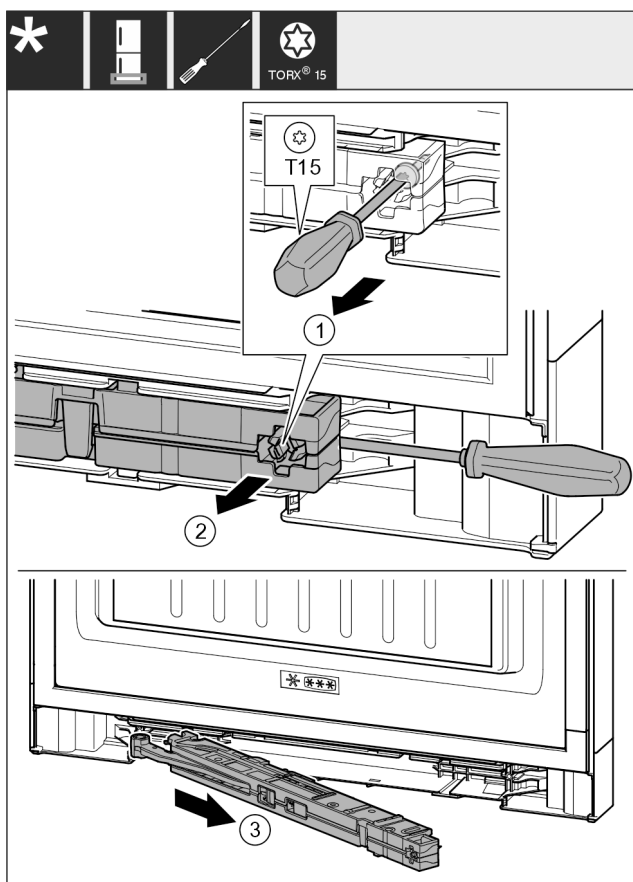

Fig. 18
- Šroub Fig. 18 (1) na jednotce tlumiče zavírání povolte šroubovákem 14 mm.
- Vypačte jednotku tlumiče zavírání Fig. 18 (2) na straně madla šroubovákem dopředu.
- Vytáhněte jednotku tlumiče zavírání Fig. 18 (3).